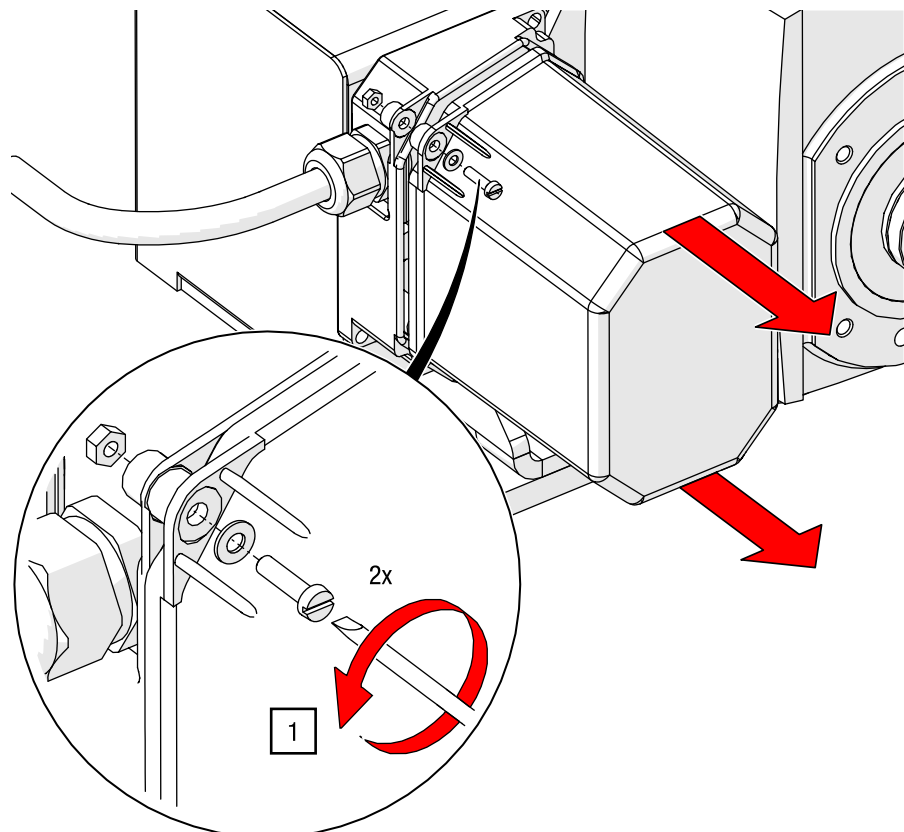

Abb. 44: Not-Endschalter einstellen – Einstellschrauben freigeben
1. Lösen Sie die Gehäuseschrauben mit einem Schlitzschraubendreher oder ISK und entfernen Sie das Endschaltergehäuse (siehe Abb. 44).